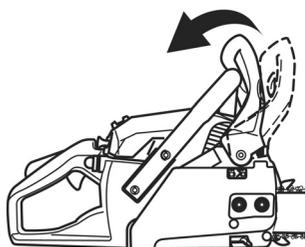
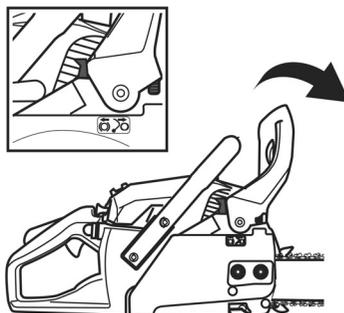

Fig. 19
Fig. 20
Le frein de chaîne est un dispositif de sécurité actionné par la pognée de frein [2]. En cas de rebond, il permet d'immobiliser immédiatement la Poignée de frein [2] déverrouillée: l'appareil est prêt à l'emploi (Fig. 19). Poignée de frein [2] enclenchée: la scie s'arrête dès que le frein est enclenché (Fig. 20).
- > Vérifiez que la poignée de frein [2] est bien désactivée. Désactivez la poignée de frein [2] en la tirant vers l'arrière, en direction de la poignée avant [1] (Fig. 19).